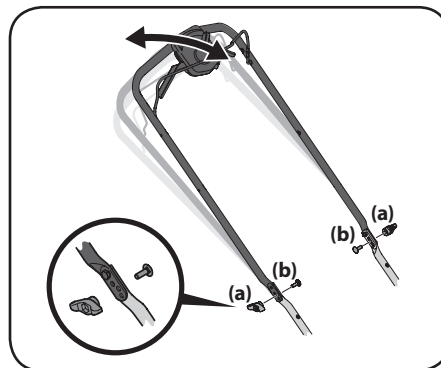

Figure 2-15
1. Retirez les écrous à oreilles (a) et les boulons ordinaires (b) du guidon. Voir la Figure 2-15.
2. Choisissez la position la plus confortable parmi les trois positions possibles. Voir le détail de la Figure 2-15.